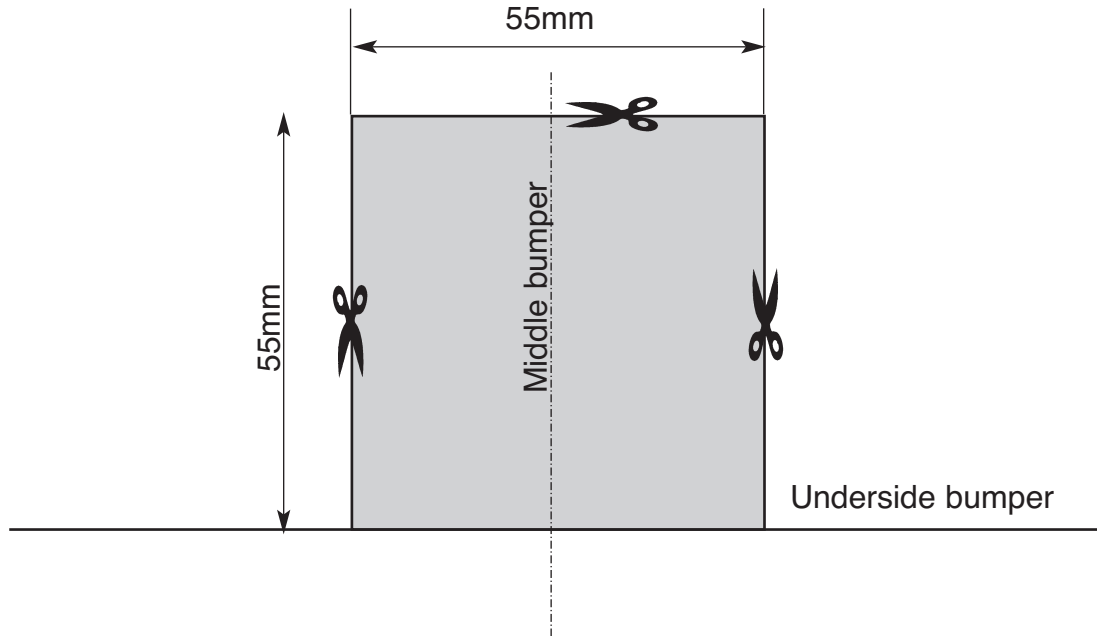

Fig. 1a
- Serrar una parte de 55mm x 55mm del parachoques (véase la fig.1a/1b).
- Segare via dal paraurti un pezzo di 55 mm x 55 mm (vedi fig. 1a/1b).
- Wywiercić odcinek 55mm x 55mm ze zderzaka (patrz rys.1a/1b).